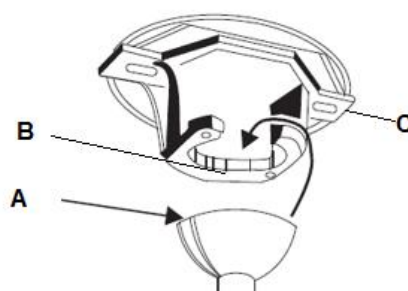

Abb. 4
Setzen Sie den kompletten Ventilator in die Halterung ein. Die Sicherungsnut (A) der Kugelaufhängung muss in den Anschlag (B) der Halterung (C) greifen, um ein Verdrehen des Ventilators im Betrieb zu verhindern. (Abb. 4)